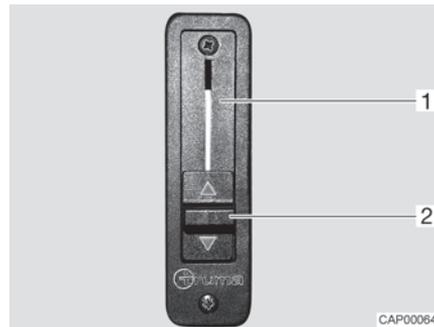

Bild 5 Schieberegler für Strangsperrung
- Schieberegler (Bild 5,2) ganz nach oben schieben. Die Strangsperrung (Bild 5,1) ist geöffnet. Die Wohnraumheizung beheizt auch die Frontscheibe.
- Schieberegler (Bild 5,2) ganz nach unten schieben. Die Strangsperrung ist geschlossen. Wohnraumheizung und Heizung des Basisfahrzeugs sind voneinander getrennt.